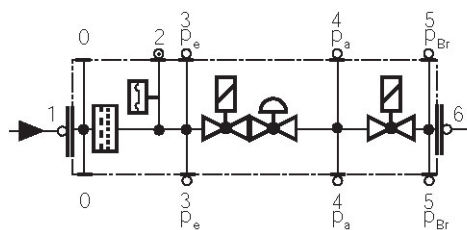

Рис. 47
- Заменяйте фильтр, если разница давления между точками 1 и 3 (Рис. 47) $\Delta p > 10$ мбар.